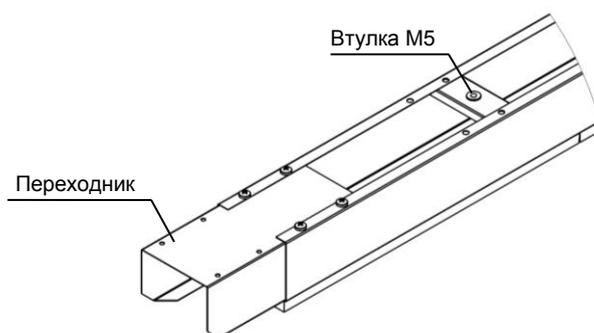

Рис. 1
- Для крепления светильника на подвесы или на лоток используйте установленные в светильнике втулки с резьбой М5 (рис.1).
- Для соединения светильников в непрерывную световую линию используйте специальный **переходник**, из комплекта поставки светильника. Для того, чтобы воспользоваться **переходником**, удалите со светильника боковые крышки. Открутите винты и передвиньте **переходник** на край светильника (рис.1).